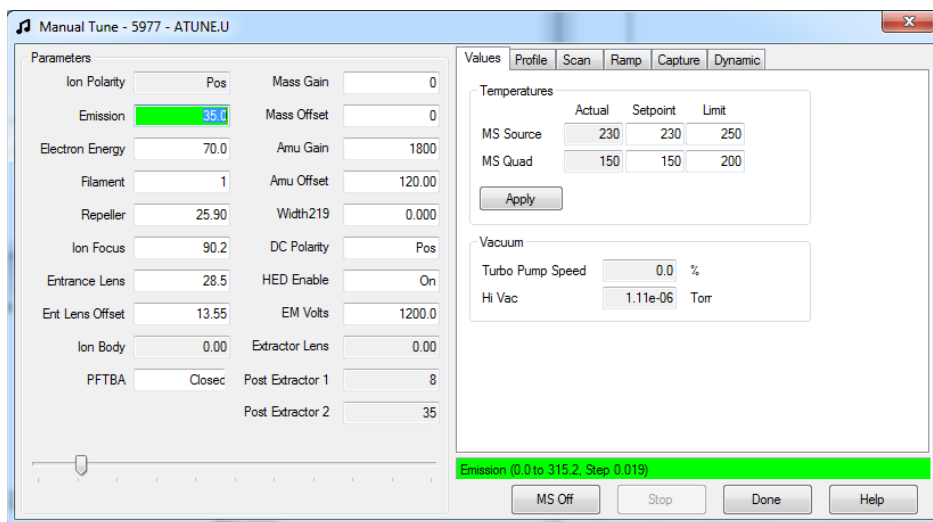

Abbildung 39. HiVac-Messwert im Reiter mit den Werten des manuellen Tunings
- 5 Wählen Sie den Reiter **Values** (Werte), um den HiVac-Messwert abzulesen. (Siehe **Abbildung 39**.)